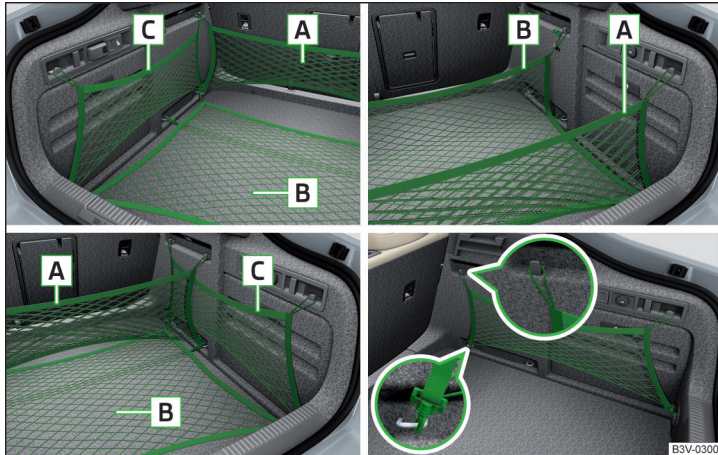

Abb. 140 Befestigungsbeispiele für Netze / Längstaschenbefestigung
**Befestigungsbeispiele für Netze** » Abb. 140